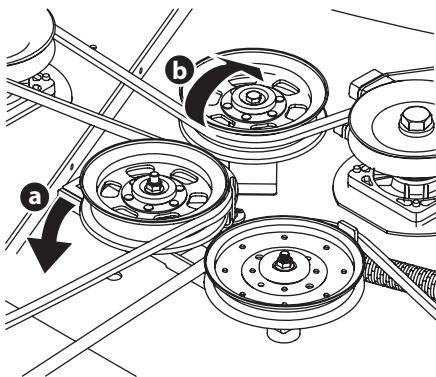

Figure 4-13
- b. Placez-vous à côté de l'appareil de façon à faire pivoter le support de la poulie de tension et la poulie de tension vers l'arrière jusqu'à ce que vous puissiez soulever la courroie en « V » (a) par-dessus la poulie de tension (b). Voir Figure 4-13.